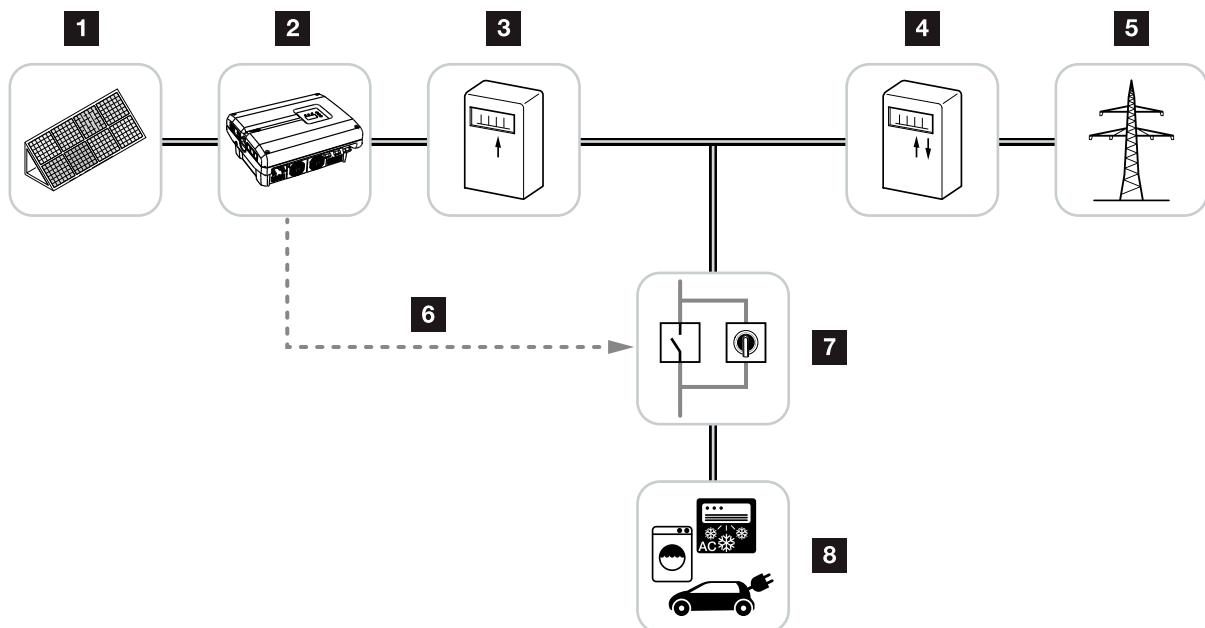

Fig. 53: Configuração do autoconsumo
3. Instale e conecte corretamente os restantes componentes para o autoconsumo. **Fig. 53**